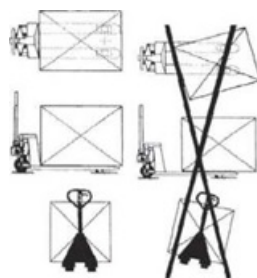

Рис.6
6.2. ип навантаження показаний на рис. 6..